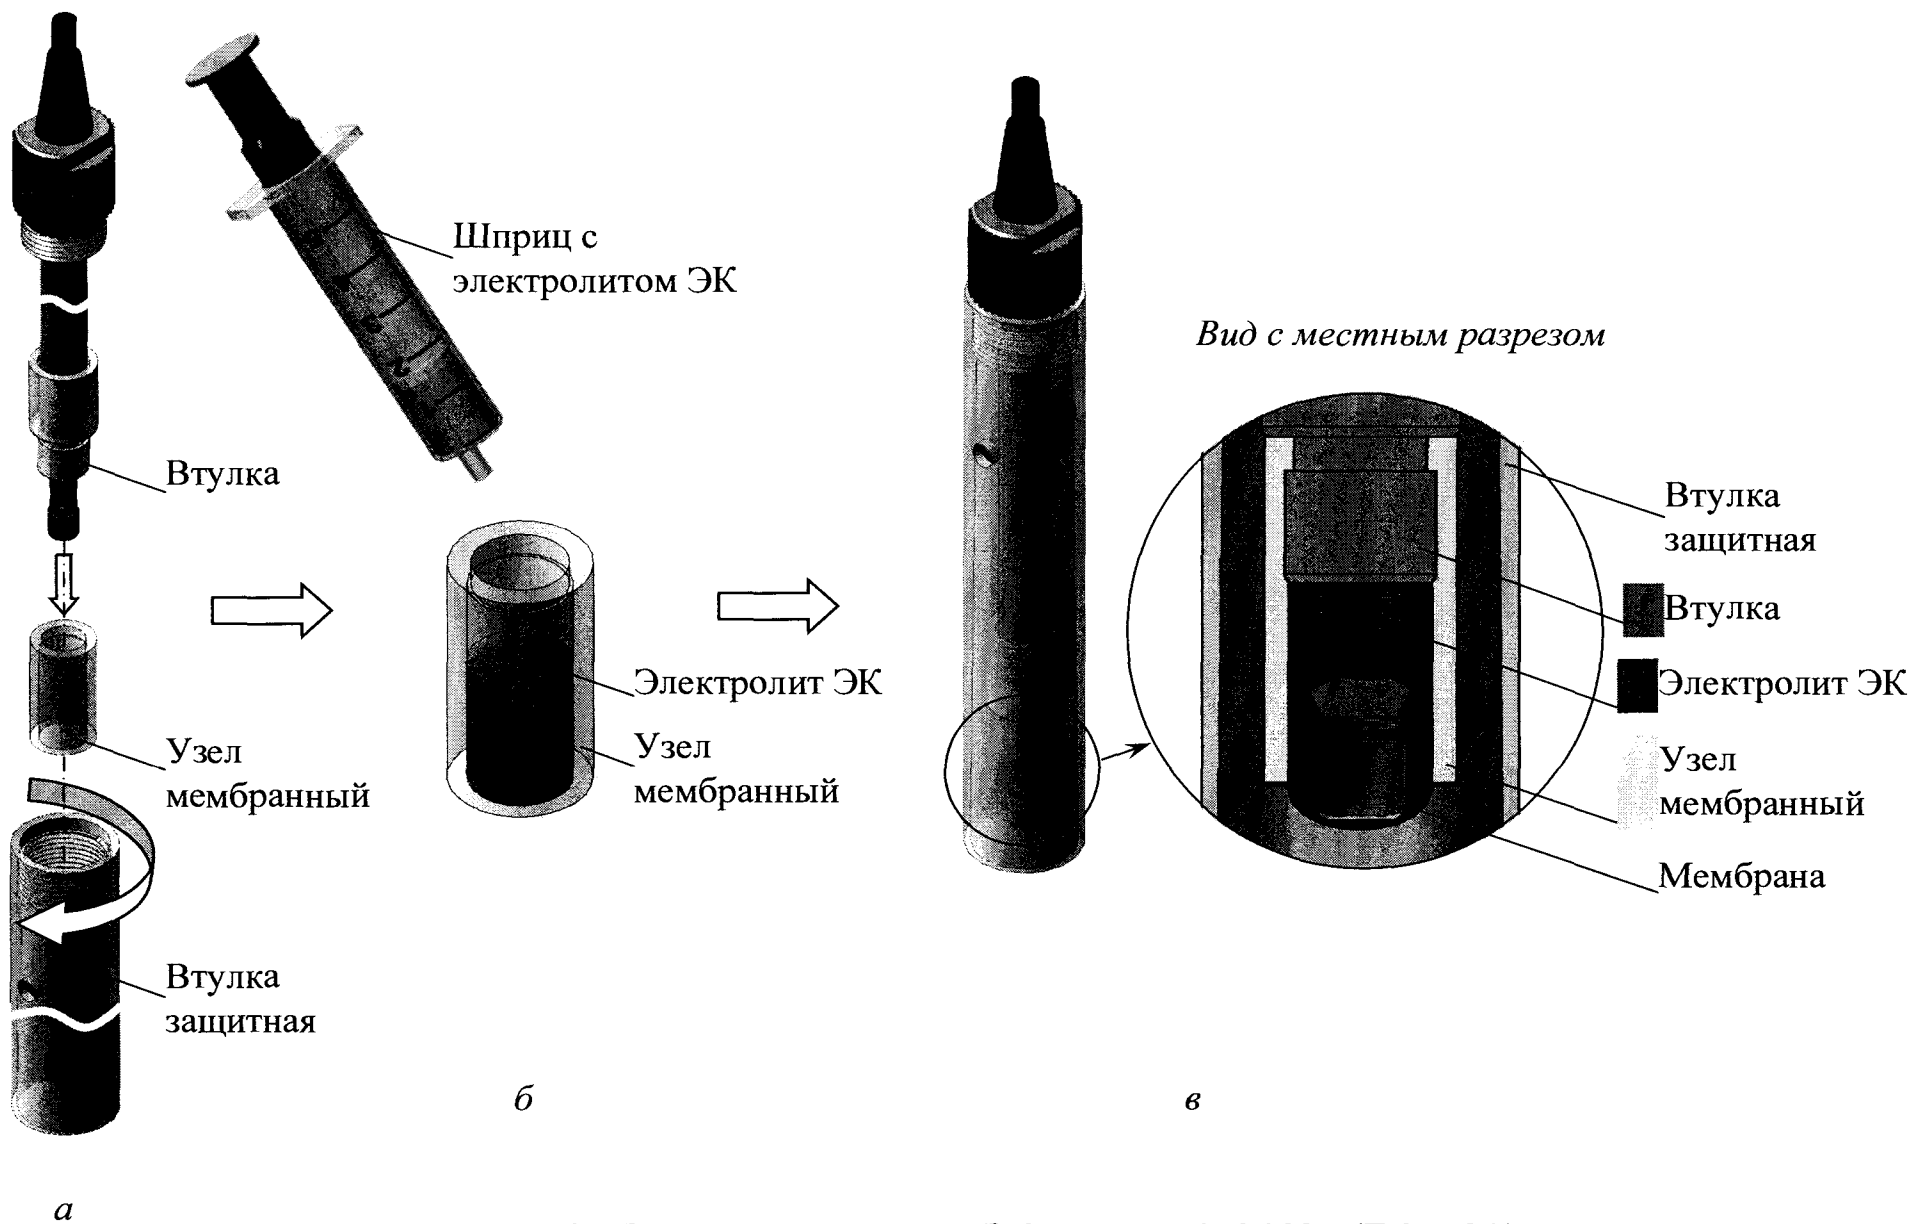

Рисунок 2.3 – Заливка электролита ЭК в датчик ДК-302Г (ДК-302Э)
- отвернуть и снять с датчика защитную втулку (рисунок 2.3а);
- залить осторожно с помощью шприца в мембранный узел на 2/3 от объема ($0,7 \text{ см}^3$) электролит ЭК (рисунок 2.3б);
- установить до упора на втулку датчика узел мембранный, удерживая его в вертикальном положении (рисунок 2.3в);